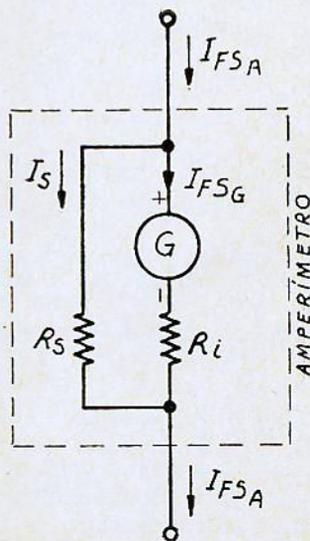
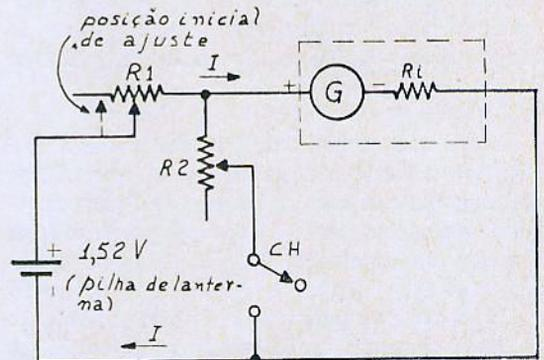

Figura 1
Figura 2
A figura 1 ilustra esse fato:
Um método para a medida da resistência interna é indicado a seguir e utiliza o circuito da figura 2.
a) Monte o circuito da figura 2, tendo o cuidado de colocar R1 na posição de maior resistência.
Agora podemos calcular Ri em função de R2. Observando a figura 2 e a figura 1, podemos escrever por (5):
Portanto utilizamos para R2 um potenciômetro de 25  $K \Omega$  e montamos o circuito (figura 2).